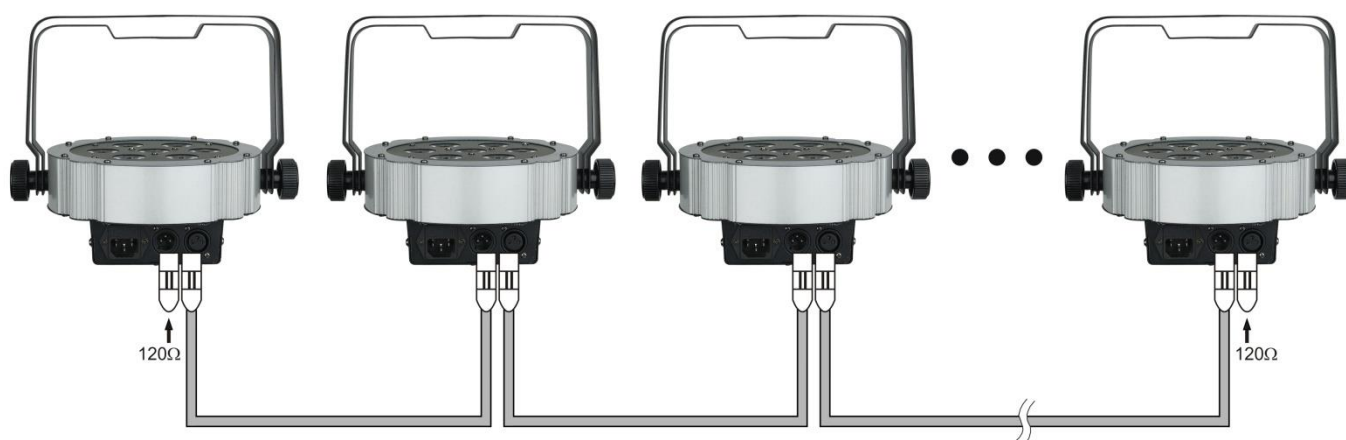

Fig. 3
1. Collegare le unità come indicato nella (Fig. 3). Collegare un cavo di segnale DMX dall'uscita "out" del primo dispositivo DMX alla presa "in" della seconda unità. Ripetere questo processo fino a collegare la seconda, la terza e la quarta unità. Sarà possibile usare le stesse funzioni sul dispositivo master di quelle descritte a pagina 17 (Programmi integrati o Esecuzione automatica). Ciò significa che sul dispositivo master sarà possibile impostare la Modalità di funzionamento desiderata e che tutti i dispositivi slave risponderanno esattamente come il dispositivo master.